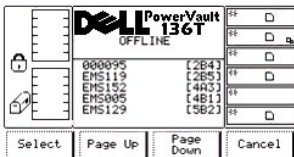

图 49. 命令 > 邮箱 > 导出列表对话框
- 1 如果按下**确定**软键下方的按钮，将显示下一个对话框。请参见图 49。
- 1 如果按下**页**软键下方的按钮，则对话框返回到“导出列表对话框”。请参考前面的图 49。可以进行其它选择或者取消“导出”操作。